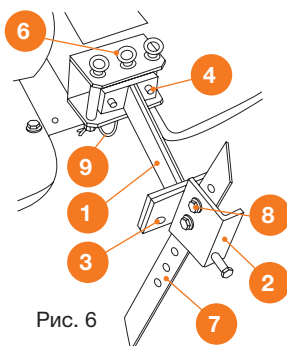

Рис. 6
- Установите крепление сошника ① в заднюю сцепку культиватора, совместив отверстие сошника ⑤ с отверстием на задней сцепке с помощью металлического пальца ⑥ со шплинтом ⑨ (Рис. 6).
- Зафиксируйте крепление сошника с помощью крепежных элементов ④.
- Выберите необходимую высоту сошника ⑦ на фиксаторе ②, и закрепите с помощью крепежных элементов ⑧.
- Установите фиксатор ② с сошником на крепление ① и зафиксируйте с помощью крепежных элементов ③.